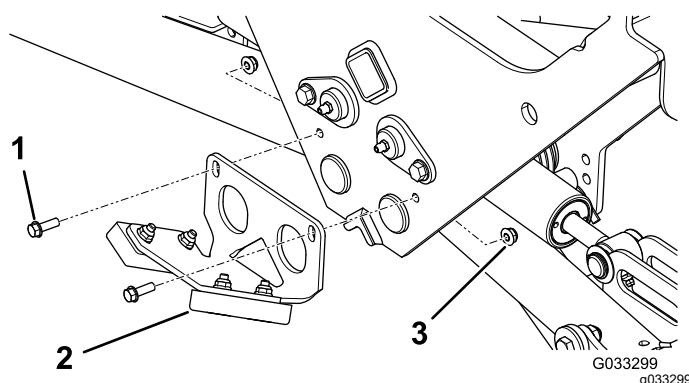

Figura 23
2. Instale conjunto de topes trasero según se muestra en Figura 23.